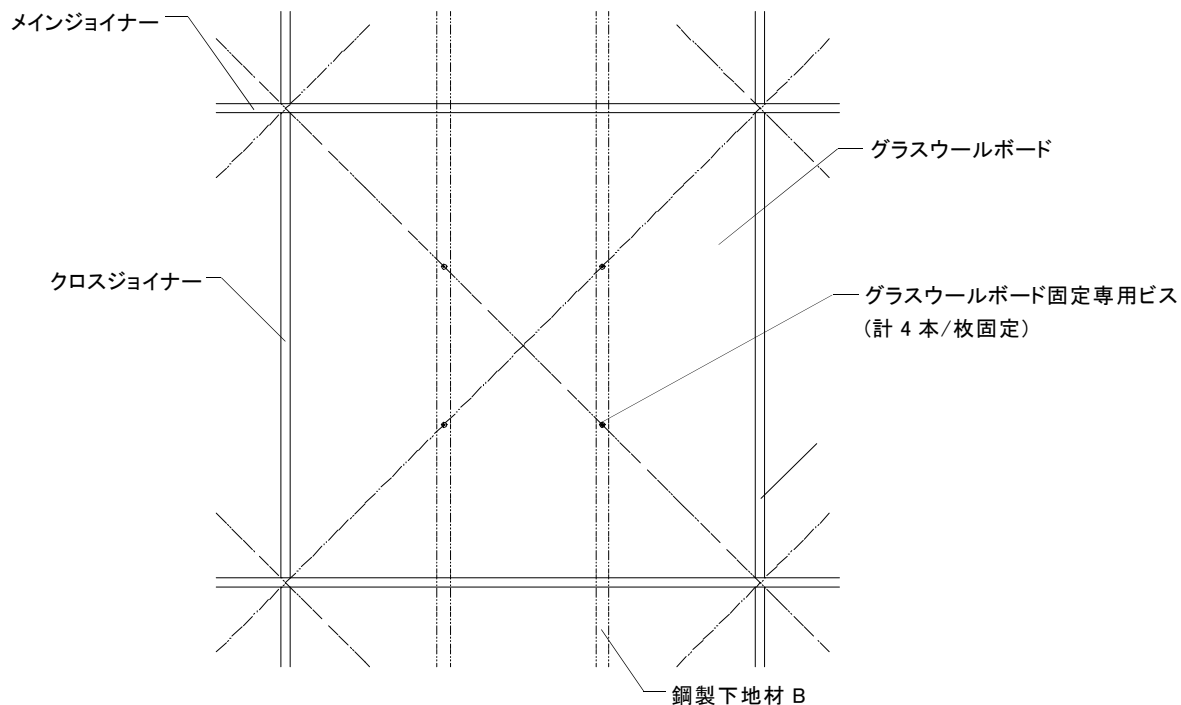

図 2-5-1 グラスウールボードのビス固定
- ①グラスウールボードは鋼製下地材 B にグラスウールボード固定専用ビス(2本/本かつ計4本/枚)で固定する。なお、意匠上、固定位置は均等間隔であることが望ましい。(図2-5-1参照)